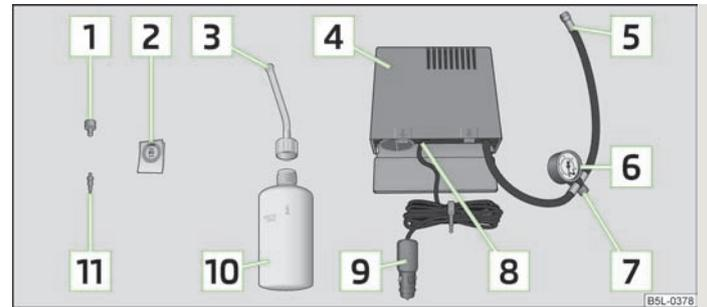

Fig. 162 Composants du kit de dépannage
- Collez l'autocollant [\[2\]](#) » fig. 162 sur le tableau de bord dans le champ de vision du conducteur.
- Secouez énergiquement le flacon de produit de colmatage des pneus [\[10\]](#) » fig. 162 pendant quelques secondes.
- Vissez fermement le flexible de gonflage des pneus [\[5\]](#) » fig. 162 du gonfleur sur la valve du pneu.